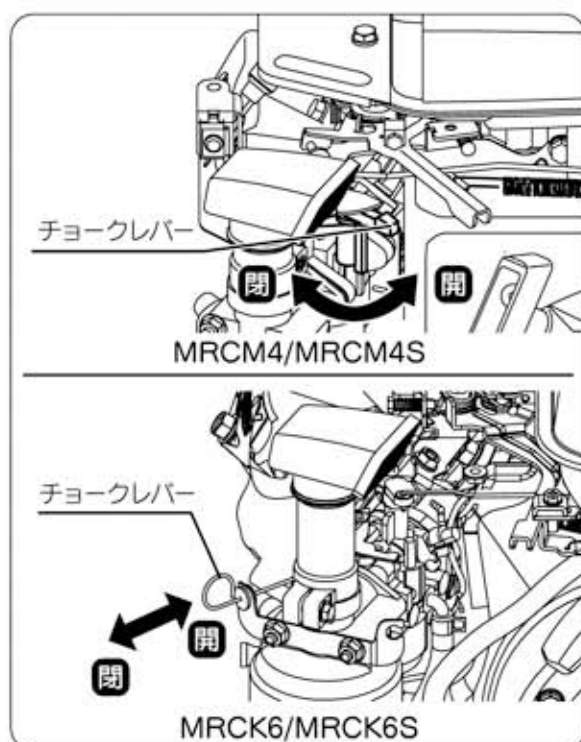

図26
- ⑤ 外気温がおよそ15℃以上のときには、チョーク操作は不要です。それ以外のときには、チョークレバーを〔全閉〕位置にします。一度暖まったエンジンを始動するときには、チョークレバーを〔開〕または〔半開〕位置にしてください。(図26)